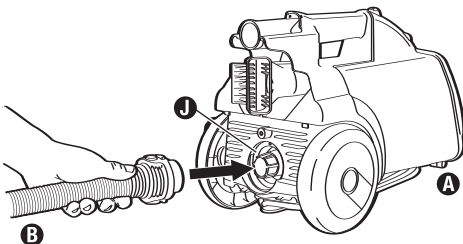

FIG. 9
- Step 2:** Detach hose **B** from front of canister **A** and attach to the blower port **J** on the back side of the canister (Fig. 9).
- Étape 2 :** Détachez le tuyau **B** de l'avant du traîneau **A** et fixez-le à l'orifice de refoulement **J** à l'arrière du traîneau (Fig. 9).
- Paso 2:** Desconecte la manguera **B** del frente del recipiente **A** y conéctela a la abertura del ventilador **J** de la parte posterior del mismo (Fig. 9).